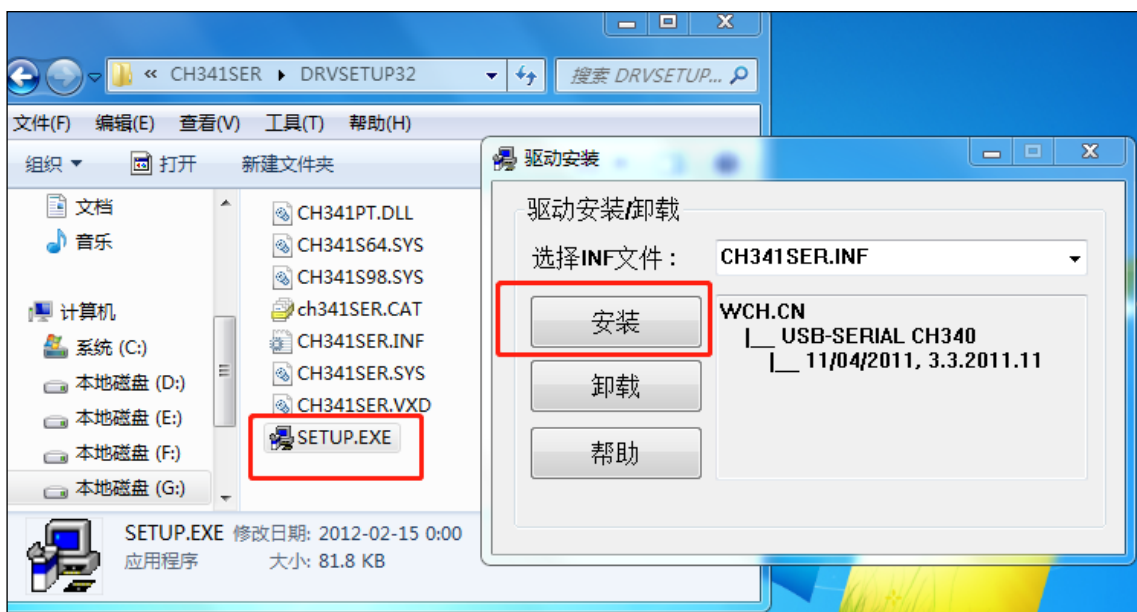

图 3.2 32 位机安装 485 驱动
- 2) 以 32 位机为例安装 485 驱动。选择“DRVSETUP32”，打开“SETUP.EXE”，【安装】。32 位机安装 485 驱动如图 3.2 所示。